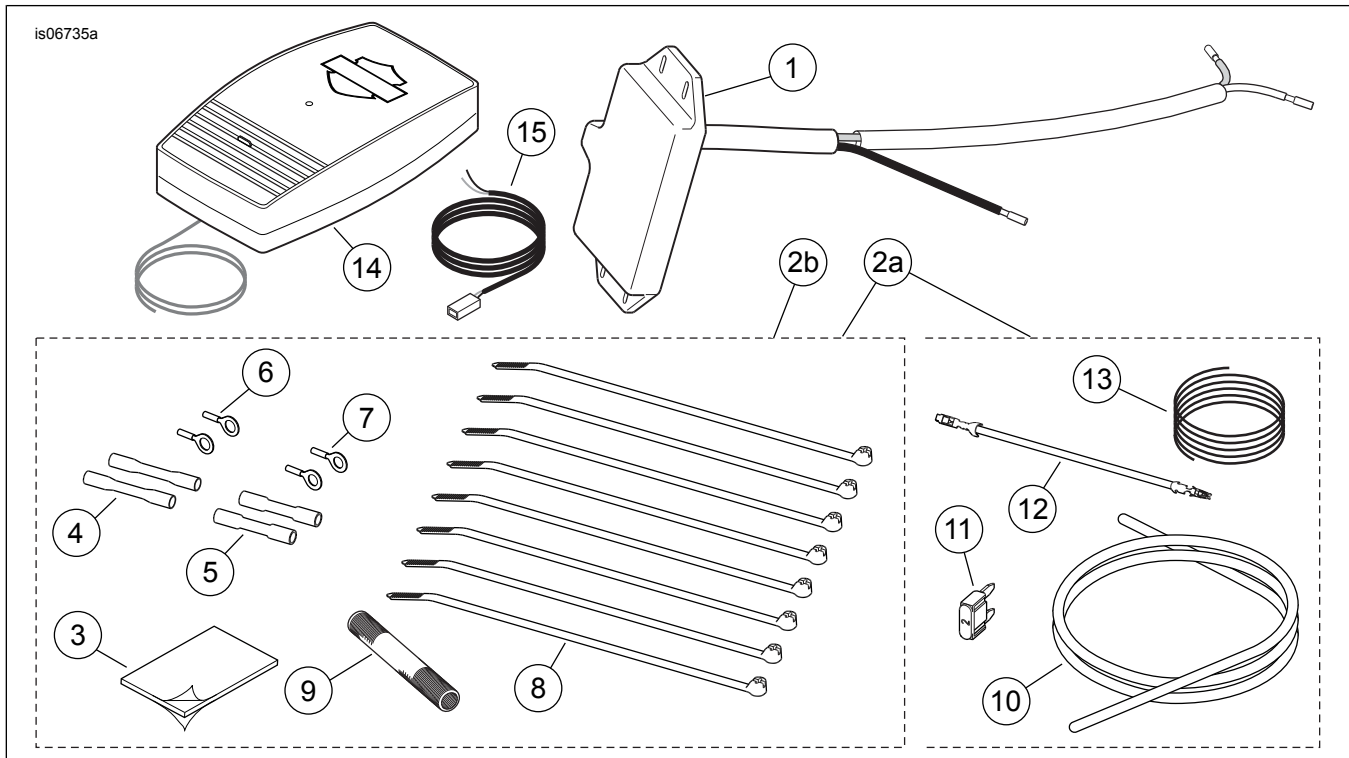

Figure 34. Mga Pamalit na Piyesa, Mga Kit ng Remote Kontrol na Pambukas ng Pinto ng Garahe
3. Tingnan ang Figure 22 . Ang “dalawa sa isa” na kompigurasyon ng pinagdugtungan. Kunin ang **pulang** selyadong pandugtong na konektor (tingnan ang Figure 34 , Item 4) mula sa kit. Idugtong ang power lead ng harness ng kable ng pambukas ng pinto ng garahe sa kahel/puting kable ng pangunahing harness ayon sa mga tagubilin sa appendix ng manwal ng serbisyo.
- Tingnan ang Figure 22 . Ang “isa sa isa” na kompigurasyon na pinagdugtungan. Kunin ang **asul** na selyadong pandugtong na konektor (tingnan ang Figure 34 , Item 5) mula sa kit. Idugtong ang puting kable ng transmitter sa mga puting kable ng headlamp.
- Ipasok ang hinabing kable na conduit (9) mula sa kit sa ibabaw ng mga puting kable ng transmitter.
4. Tingnan ang Figure 22 . Ang “isa sa isa” na kompigurasyon na pinagdugtungan. Kunin ang **asul** na selyadong pandugtong na konektor (tingnan ang Figure 34 , Item 5) mula sa kit. Idugtong ang puting kable ng transmitter sa mga puting kable ng headlamp.
2. Tingnan ang Figure 34 . Ipasok ang conduit ng hinabing kable (9) mula sa kit sa ibabaw ng puting kable ng transmitter.
3. Tingnan ang Figure 22 . Ang “isa sa isa” na kompigurasyon na pinagdugtungan. Kumuha ng asul na selyadong pandugtong na konektor (tingnan ang Figure 34 , Item 5) mula sa kit. Idugtong ang puting kable ng transmitter sa mga asul/puting kable ng headlamp.
2. Tingnan ang Figure 34 . Ipasok ang hinabing kable na conduit (9) mula sa kit sa ibabaw ng mga puting kable ng transmitter.
3. Tingnan ang Figure 22 . Ang “isa sa isa” na kompigurasyon na pinagdugtungan. Kunin ang **asul** na selyadong pandugtong na konektor (tingnan ang Figure 34 , Item 5) mula sa kit. Idugtong ang puting kable ng transmitter sa mga puting kable ng headlamp.